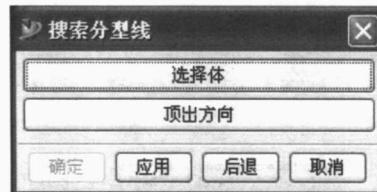

图 1-17 搜索分型线对话框
③ 单击对话框上的“自动搜索分型线”按钮，系统弹出如图 1-17 所示的搜索分型线对话框。由于系统只有一个模型，并且开模方向与 ZC 系统相同。直接在对话框上单击“应用”按钮即可。